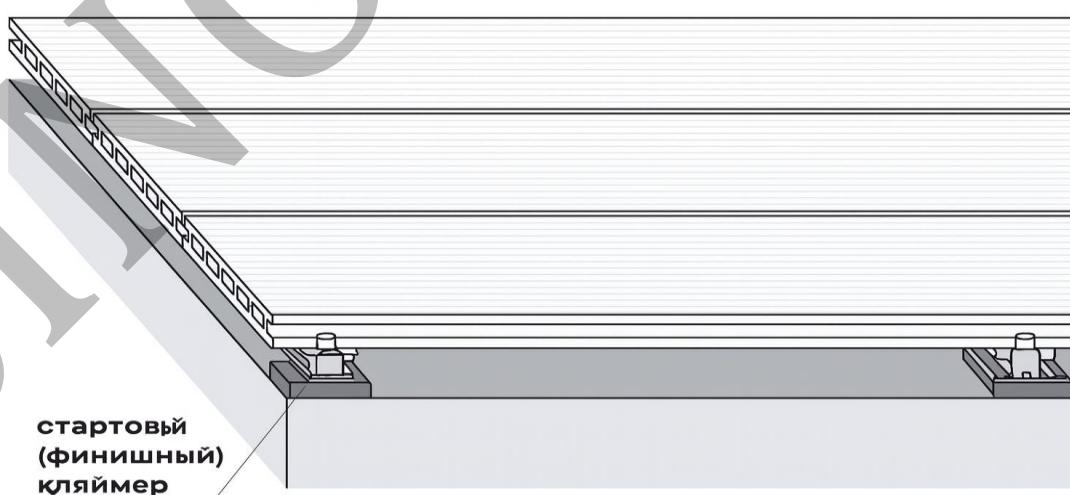

Рис.11
4. После укладки последней доски на лаги, под неё устанавливают финишный (или стартовый) кляймер на расстоянии не более 1 мм от края доски. Затем доску временно убирают, фиксируют кляймер саморезом, возвращают доску на место и подбивают её до плотного прилегания к кляймеру (рис. 11).